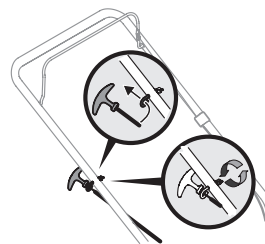

Figura 3
3. Enhebre la cuerda a través del perno de ojo. Consulte la Figura 3.